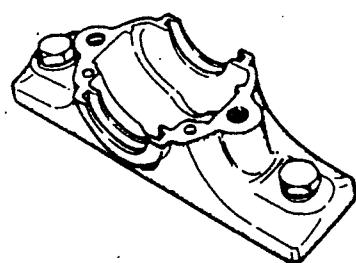

図19
- (1) プランマブロックの下部本体を取付座に仮締めする(図19参照)。